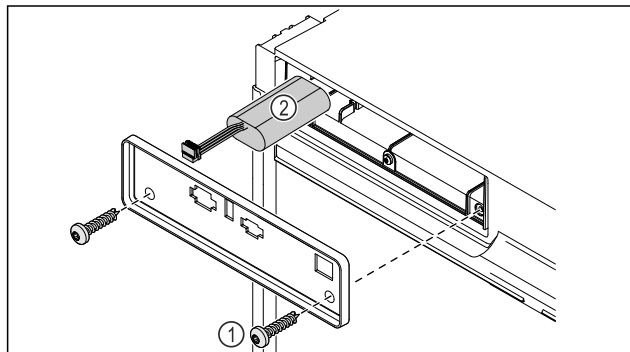

Fig. 197
- Schrauben herausdrehen und Abdeckung auf der Rückseite des Gerätes entfernen Fig. 197 (1).
- Batterie abstecken und herausnehmen Fig. 197 (2).